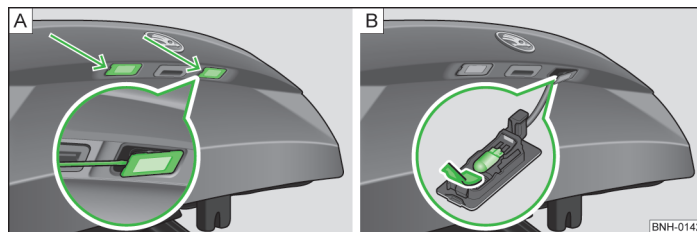

Abb. 174 Kennzeichenleuchte ausbauen / Glühlampe wechseln
- › Einen Schlitzschraubendreher an der mit dem Pfeil gekennzeichneten Stelle » Abb. 174 - einsetzen, leicht eindrücken und die Feder entriegeln.
- › Die defekte Glühlampe aus dem Halter in Pfeilrichtung » Abb. 174 - herausnehmen.